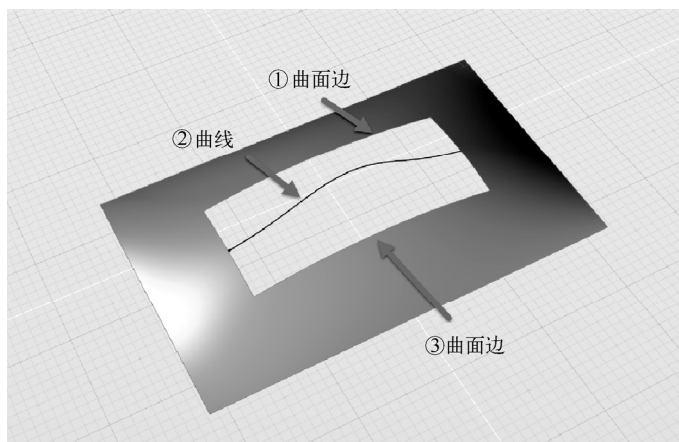

图 4-48 按顺序选择曲面边及曲线作为放样剖面
2) 激活“放样”工具，当控制台提示“拾取剖面边界”时，请按图 4-48 所示的顺序选择曲面边及曲线，按〈Enter〉键或空格键确认。